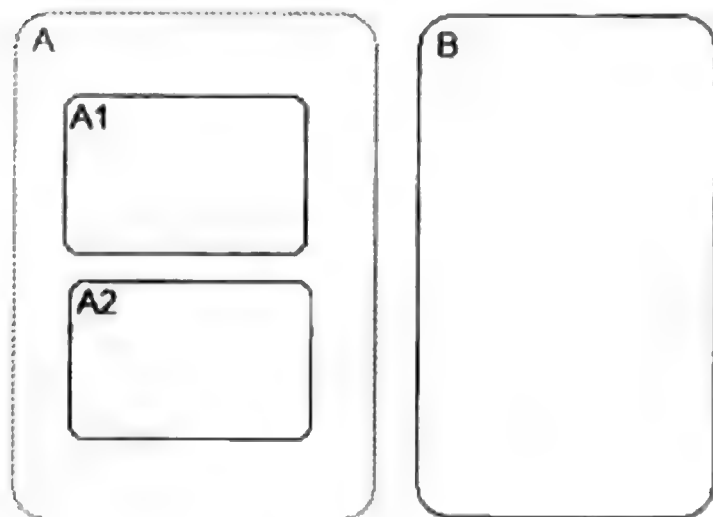

图 3.1.8 互斥状态
(1) 互斥状态(OR)。互斥状态的矩形框边缘显示为实线,同一级的互斥状态,至多允许激活一个状态。互斥状态如图3.1.8所示,状态A与状态B是互斥的,它们只能有一个处于激活状态;当状态A被激活时,同样其子状态A1与A2也只能有一个处于激活状态。